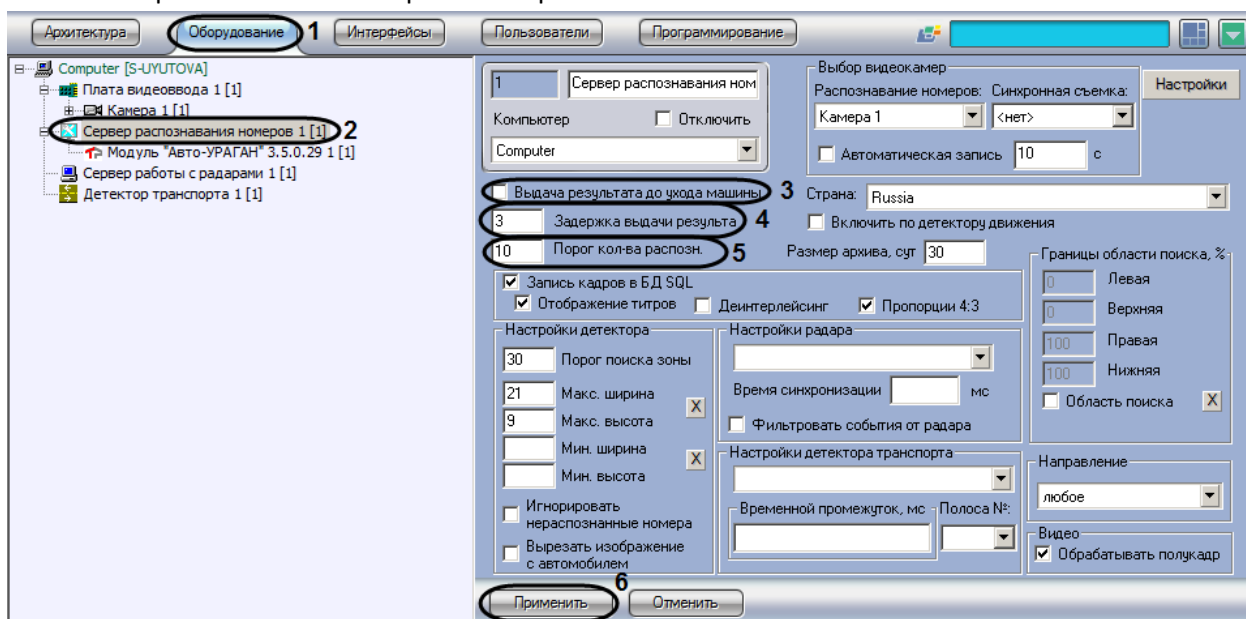

Рис. 7.2—17. Выбор параметров обработки номерного знака
1. В диалоговом окне «Настройка системы» перейти на вкладку «Оборудование» (Рис. 7.2—17, 1).
2. В дереве объектов на вкладке «Оборудование» выбрать объект «Сервер распознавания номеров», соответствующий активированному программному модулю «Авто-УРАГАН 3.5.0.29» или «VIT» (см. раздел «Активация программного модуля, используемого для распознавания номеров», Рис. 7.2—17, 2). В правой части вкладки «Оборудование» отобразится панель настройки выбранного объекта.
3. Установить флажок «Выдача результата до ухода машины» (см. Рис. 7.2—17, 3). В том случае, если флажок «Выдача результата до ухода машины» установлен, результат выдается до реального ухода машины из кадра (номера данной машины из границ поиска номерного знака). В противном случае, окончательный результат выдается только после реального ухода машины из кадра.
4. Задать параметр «Задержка выдачи результата» (секунды) (см. Рис. 7.2—17, 4). В том случае, если данный параметр задан, результат распознавания будет выдаваться сразу после того, как пройдет промежуток времени, заданный данным параметром. Данный промежуток времени начинает отсчитываться после первого распознавания номерного знака.
Примечание. Данный параметр используется только при установленном флажке «Выдача результата до ухода машины» (см. Рис. 7.2—17, 3).
5. Задать параметр «Порог кол-ва распзн.» (см. Рис. 7.2—17, 5). В том случае, если данный параметр задан, результат распознавания будет выдаваться сразу после того, как количество надежных распознаваний номерного знака превысит значение данного параметра. Счетчик количества распознаваний является накопительным и не сбрасывается в случае временных потерь данной зоны или неправильных распознаваний.
Примечание. Данный параметр используется только при установленном флажке «Выдача результатов до ухода машины» (см. Рис. 7.2—17, 3).